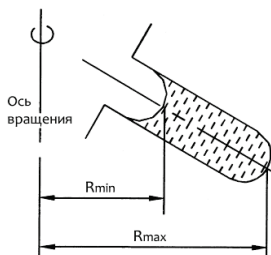

Рисунок 2 - Положение пробирки в роторе
6.2. Принцип действия устройства основан на разделении смеси фракций разной плотности под действием центробежной силы, возникающей при вращении ротора с закреплёнными в нём пробирками с образцами (Рисунок 2).